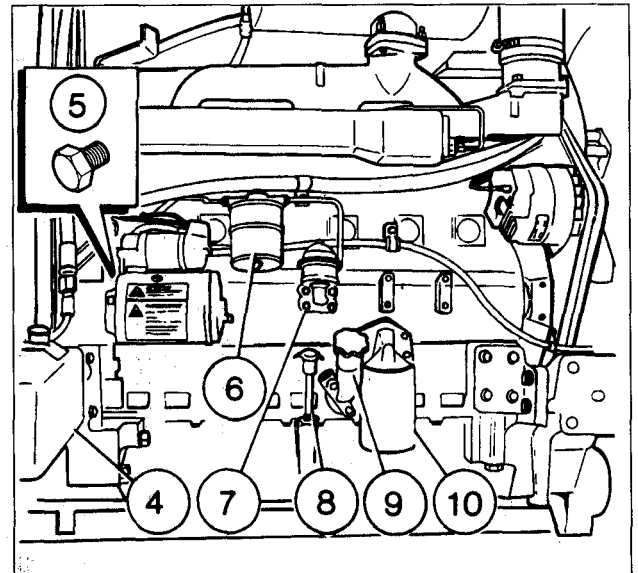

Fig. 7 (M-F 3635 - 3645 - 3655).
– (Fig. 7, M-F 3635 - 3645 - 3655):